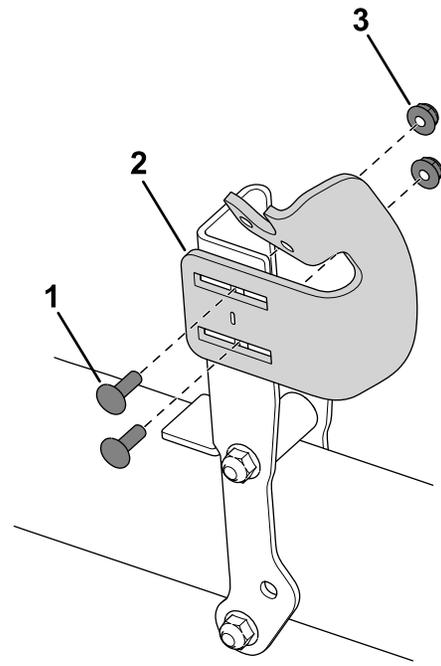

Figure 7
2. Avec 2 boulons de carrosserie (1/4 po) et 2 écrous à embase (1/4 po), fixez la plaque de réglage inférieure à la patte de fixation (Figure 7).